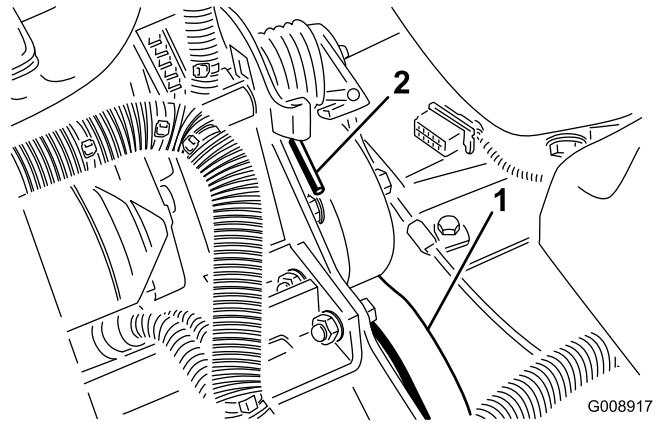

Bild 60
2. Drücken Sie das Ende der Feder (Bild 60) ab- und vorwärts, um die Feder aus dem Bügel auszuhakeln und die Feder zu entspannen.